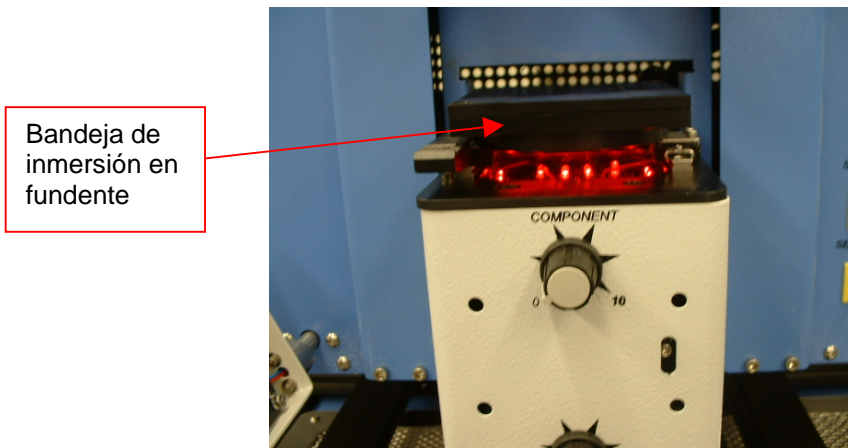

Figura 17b
- xii. Si se ha seleccionado la opción de inmersión en fundente, retire el nido del componente y coloque en su lugar en el accesorio de fijación una bandeja de inmersión en fundente previamente preparada. (Figura 17b) Pulse con el ratón para proceder con la inmersión; después, retire el dispositivo de inmersión en fundente.